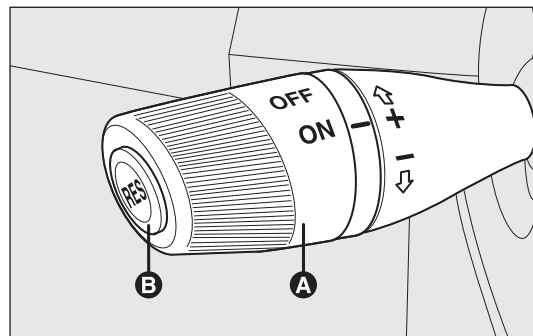

fig. 45
Gire el pomo A-fig. 45 a la posición ON.
- ☐ gire el pomo A-fig. 45 a ON y, pisando el pedal del acelerador, lleve el vehículo a la velocidad deseada;
- ☐ pulse el botón RES B-fig. 45.
- ☐ pisando el pedal del acelerador; en este caso el sistema no se desactiva sino que la demanda de aceleración tiene precedencia en el sistema; el cruise control permanece activado sin necesidad de pulsar el botón RES B-fig. 45 para volver a las condiciones anteriores una vez concluida la aceleración.